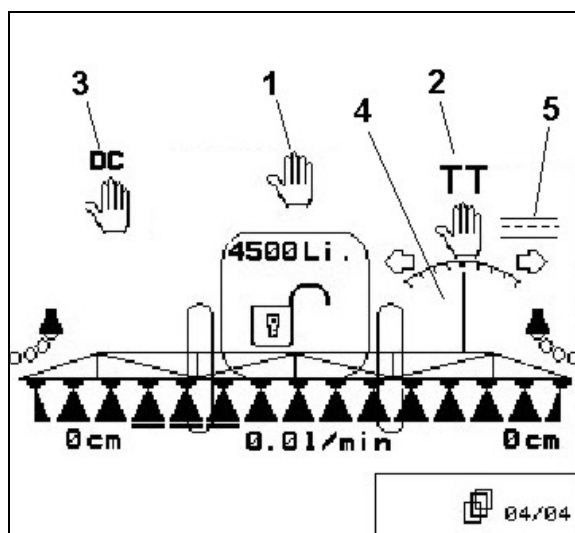
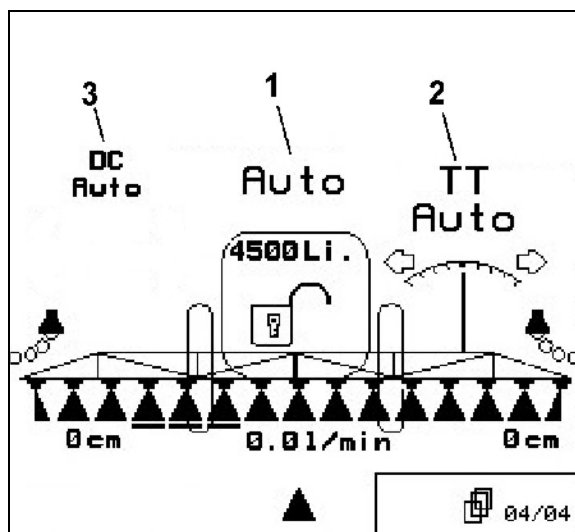

Fig. 143
Fig. 144
1. **Reglering av vätskemängd:** Manuell (Fig. 143/1), automatisk (Fig. 144/1)
2. **Trail Tron-styraxel:** Manuell (Fig. 143/2), automatisk (Fig. 144/2), transportkörning (Fig. 143/5)
3. **Manövrering av Distance Control:** Manuell (Fig. 143/3), automatisk (Fig. 144/3)
Vid automatisk reglering visas symbolen "Auto" (Fig. 143/1) displayen. Redskapsdatorn sköter då regleringen av vätskemängd i förhållande till körhastighet.
Vid manuell reglering visas symbolen  (Fig. 144/1) och dessutom angivelsen [l/min] (Fig. 144/2) i displayen. Vätskemängden regleras nu manuellt genom att förändra spruttrycket med knapparna  resp. .
Vid automatisk reglering visas symbolen "Auto" (Fig. 143/2) i displayen. Redskapsdatorn styr nu spårföljningen för maskinen.
Om körhastigheten överstiger 15 km/h (transportkörning), kommer Trail Tron att automatiskt reglera styraxeln till mittenläge samtidigt som symbolen (Fig. 143/5) visas.
(Fig. 144/2). Tryck på knappen  resp.  tills hjulen på den bogserade sprutan går exakt i spåren efter traktorhjulen.
→ Den bogserade sprutan kommer åter att rikta in sig efter traktorn. I displayen visar symbolen "Styrbar axel" (Fig. 143/4) styraxelns läge.
Vid automatisk reglering visas symbolen "Auto" (Fig. 143/3) i displayen. Redskapsdatorn sköter då regleringen av munstycksavståndet till beståndet (ramphöjd).
(Fig. 144/3).